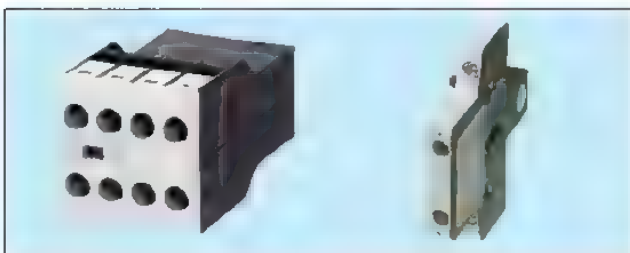

Bild 2: Hilfsschalterbausteine
- Schütze können durch den Anbau von Hilfsschalterbausteinen mit Steuerkontakten erweitert werden (Bild 2).